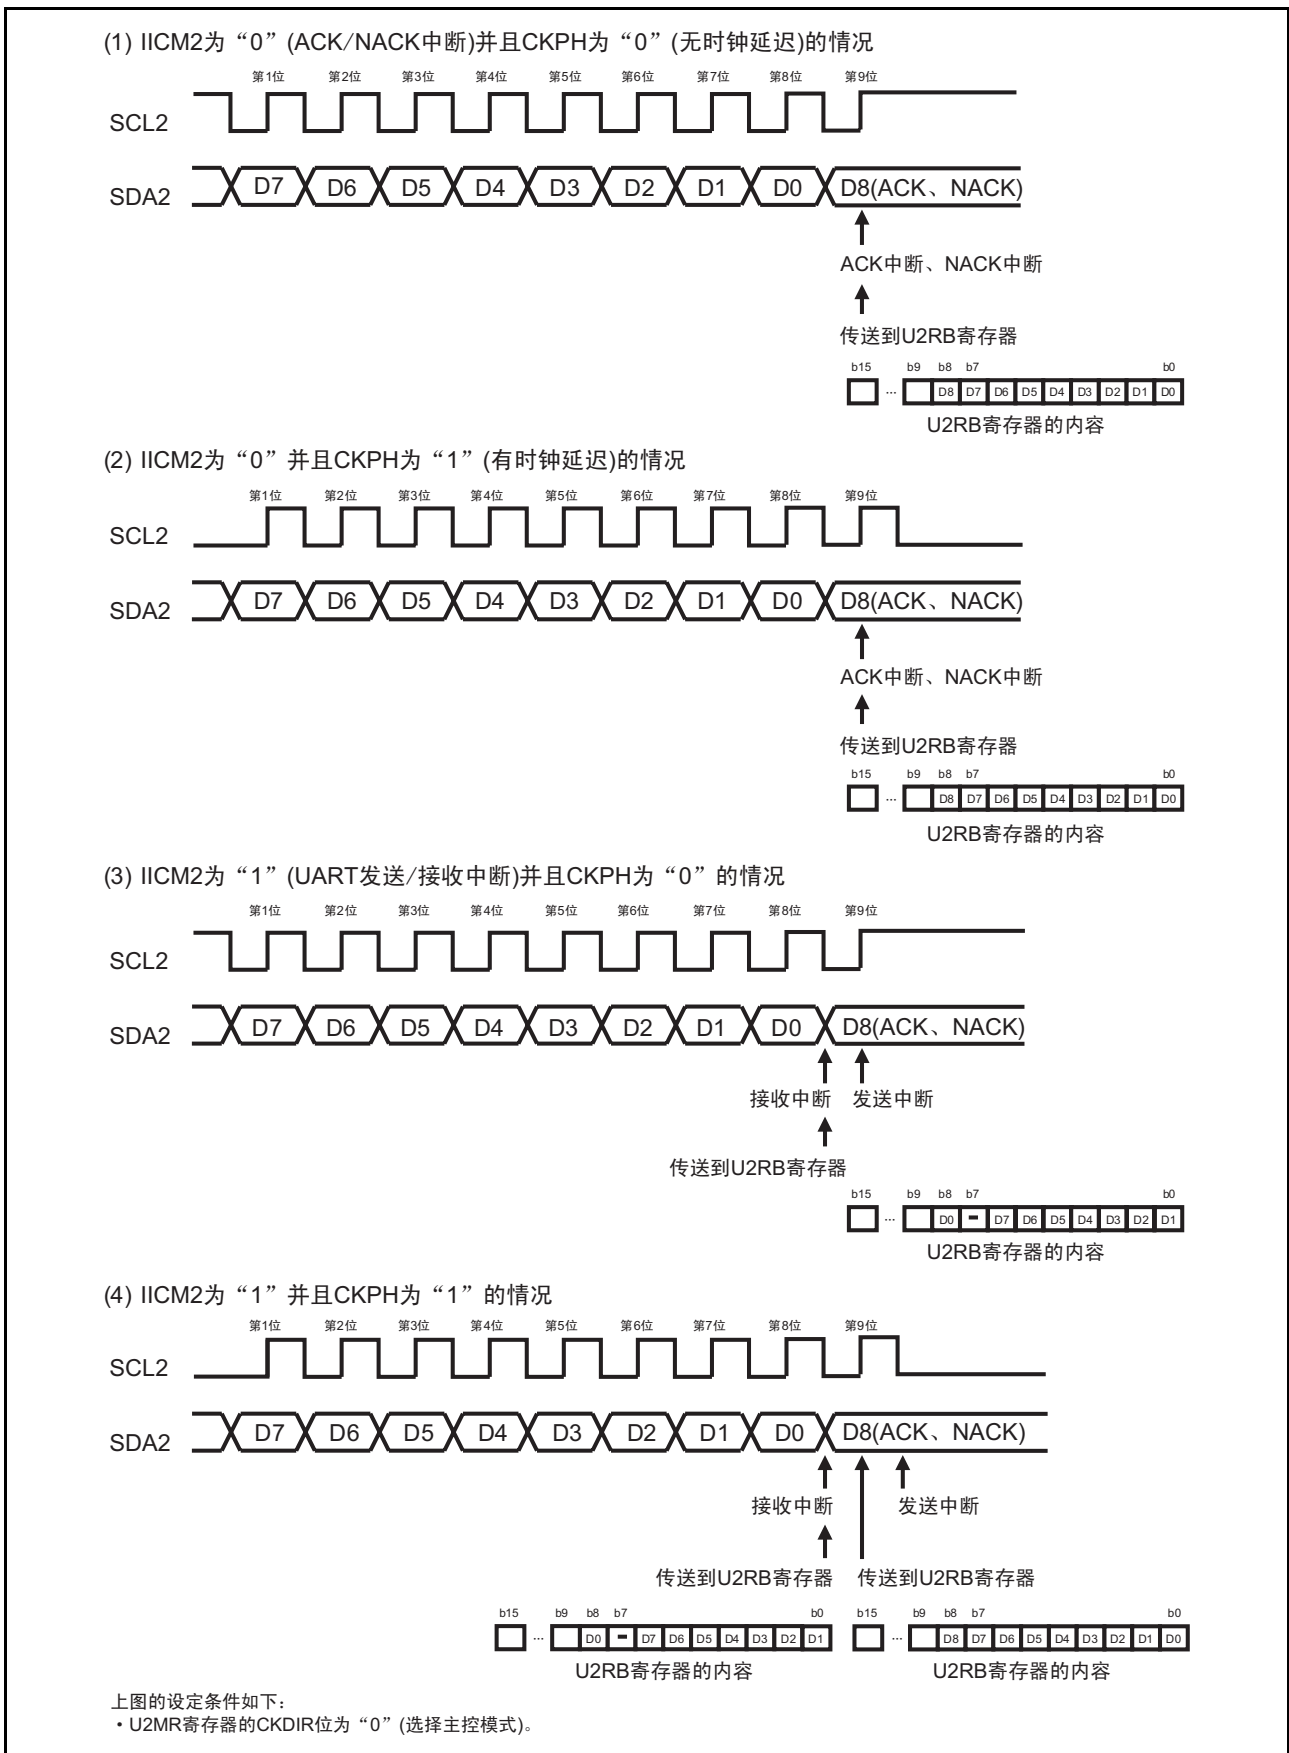

图 21.14 U2RB 寄存器的传送和中断时序
I²C 模式是对应简易型 I²C 接口的模式。I²C 模式的规格如表 21.9 所示，I²C 模式中使用的寄存器及其设定值如表 21.10 ~ 表 21.11 所示，I²C 模式的各功能如表 21.12 所示，I²C 模式的框图如图 21.13 所示，U2RB 寄存器的传送和中断时序如图 21.14 所示。
- 注 6. 参照“图 21.14 U2RB 寄存器的传送和中断时序”。
通过如“图 21.14 U2RB 寄存器的传送和中断时序”所示的传送时钟进行发送和接收。